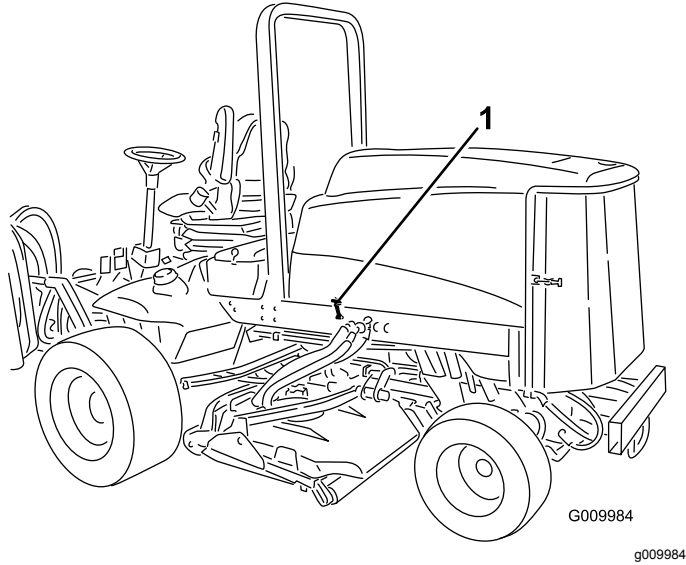

Figura 21
1. Desenganche los cierres del capó (Figura 21) y abra el capó.